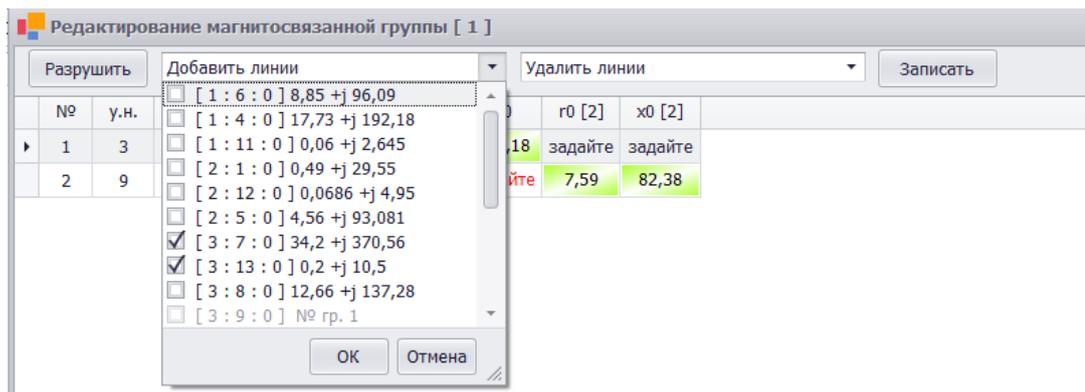

Рисунок 41 – Добавление линий в магнитосвязанную группу
2) добавлять линии в группе – «Добавить линии» (рис.41);